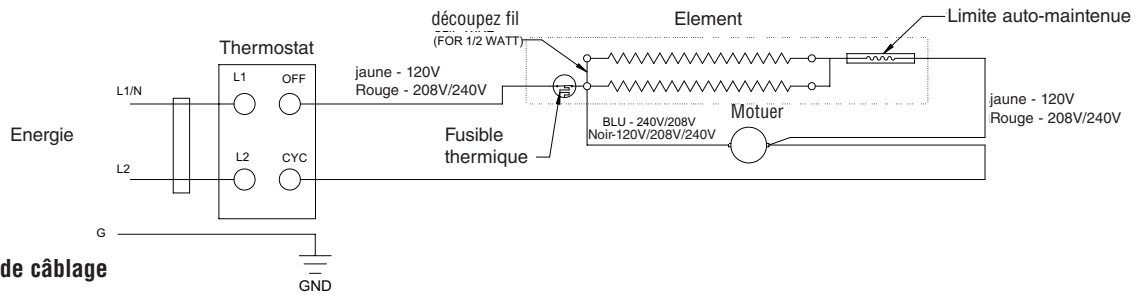

Figure 2 Schéma de câblage
1. En suivant le schéma de câblage (Figure 2), reliez les fils d'alimentation aux fils du radiateur dans le boîtier arrière, en utilisant des con